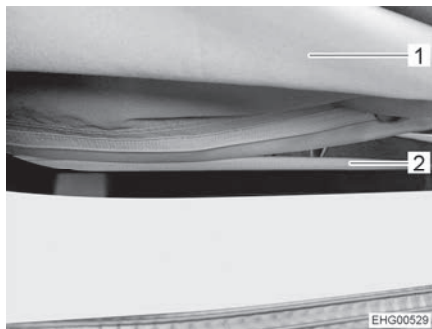

Bild 59 Dragkedja
- Öppna dragkedjan helt (Bild 59,2) på undersidan av blåsbälgen (Bild 59,1).